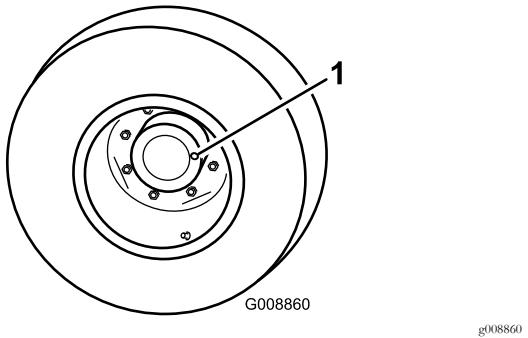

図 52
1. 水平な床面で、点検プラグの1つ図 52が時計の12時を指し、もうひとつが3時を指すように駐車する。
2. 3時の位置にあるプラグを外す図 52。
2. ギアボックスの左側から点検・補給用プラグ 図 52を抜き、穴の高さまで潤滑油があることを確認する。油量が足りなければ穴の下部まで補給する。